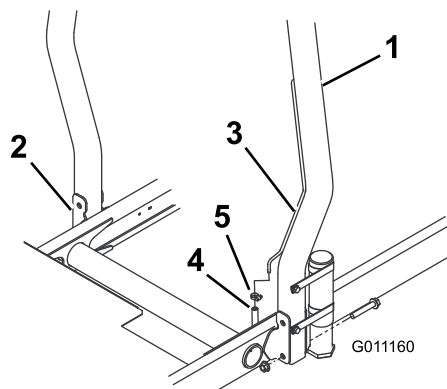

Figure 12
1. Abaissez l'arceau de sécurité sur les supports de montage du groupe de déplacement en alignant les trous de montage. Le tube d'évent de l'arceau de sécurité doit être placé du côté gauche de la machine (Figure 12).
2. Fixez chaque côté de l'arceau de sécurité aux supports de montage avec 2 boulons à embase et contre-écrous (Figure 12). Serrez les fixations à 81 Nm.